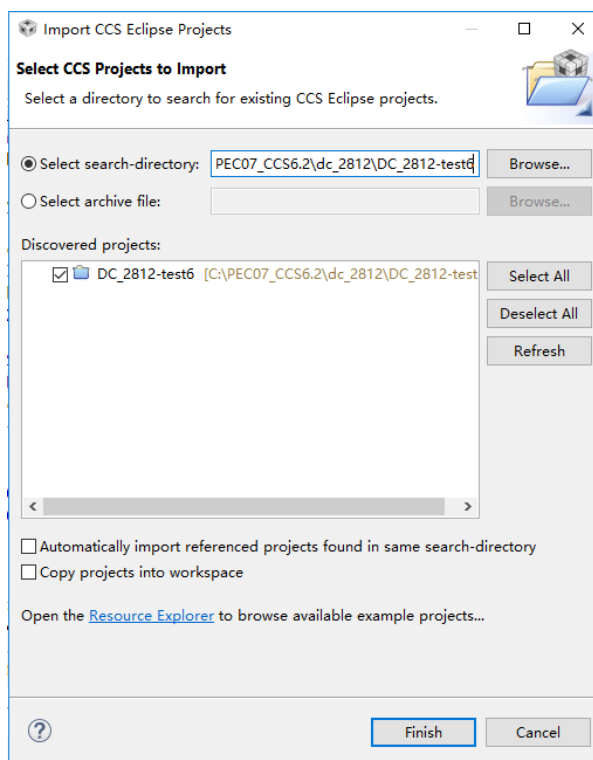

图9 导入工程“DC_2812-test6”
② 点击菜单栏上的“Project”，选择“Import CCS projects...”。
③ 如图9所示，点击“Browse”，选择“PEC07_CCS6.2\dc_2812\DC_2812-test6”文件夹导入工程。